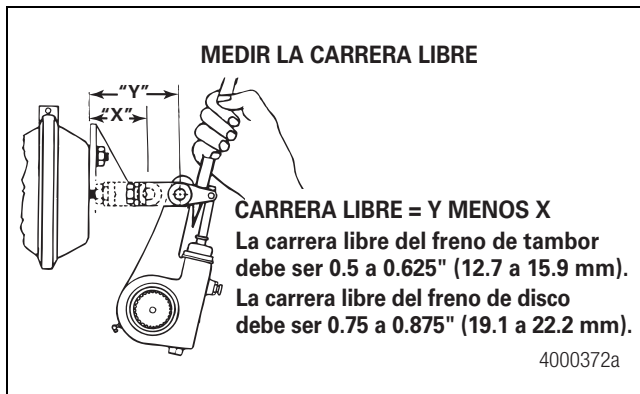

Figura 6.2
3. Mida la distancia desde el centro del pasador grande de la abrazadera hasta el fondo de la cámara de aire cuando el freno esté liberado. La medida así obtenida corresponde a la X en la Figura 6.2.
4. Use una barra separadora para mover el ajustador automático y colocar las balatas contra el tambor, con los frenos aplicados. Mida de nuevo la misma distancia mientras se aplican los frenos. La medida así obtenida corresponde a la Y en la Figura 6.2.
5. Sustraiga X de Y para obtener la carrera libre en servicio. La lectura debe ser de 0.5 a 0.625 de pulgada (12.7 a 15.9 mm) para frenos de tambor. Figura 6.2.